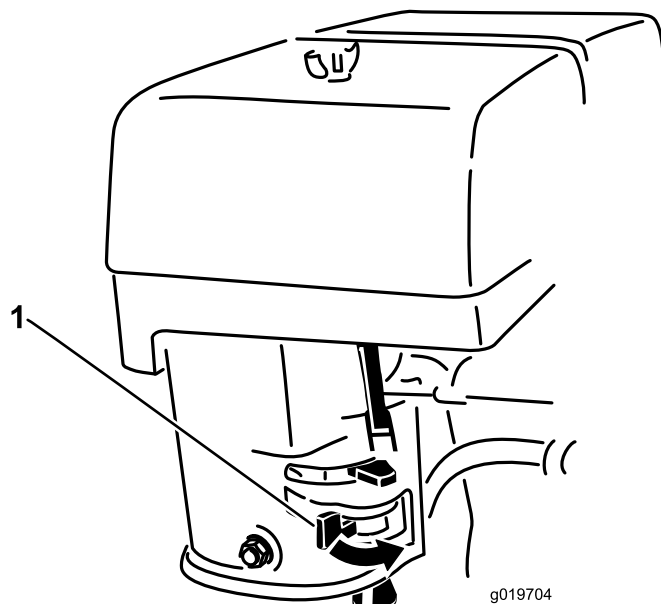

Figure 10
1. Tournez le robinet d'arrivée de carburant en position ouverte (Figure 10).